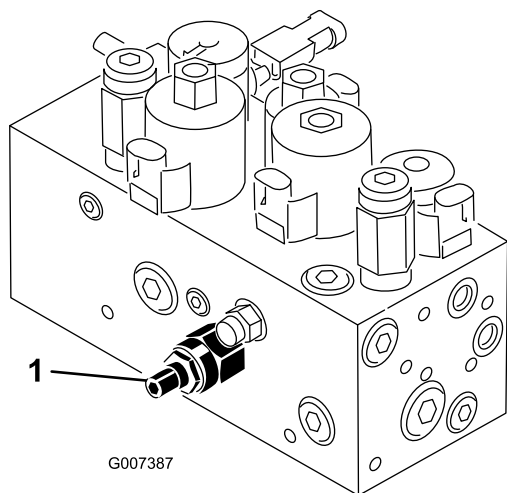

Figura 48
Il circuito di sollevamento/abbassamento degli apparati di taglio della macchina è dotato di una valvola di regolazione del flusso (Figura 48). Questa valvola viene prerogolata in fabbrica, ma è talvolta necessario regolarla per compensare i dislivelli delle temperature dell'olio idraulico, delle velocità di tosatura, degli accessori, ecc. Se necessario, regolate come segue:
1. Alzate il sedile e individuate la valvola di regolazione del flusso per il telaio di trazione centrale (Figura 48), situata accanto al collettore idraulico.